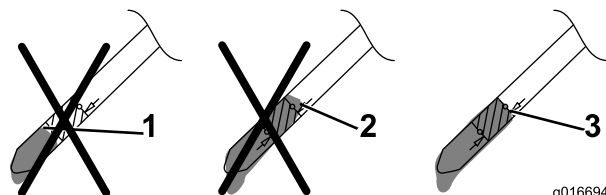

Figure 7
5. Sortez de nouveau la jauge et vérifiez le niveau d'huile ; voir Figure 7.
- Si le niveau d'huile est trop bas, ajoutez **lentement** une petite quantité d'huile dans le tube de remplissage, puis répétez les étapes 3 à 5 jusqu'à ce que le niveau d'huile soit correct, comme illustré à la Figure 7.